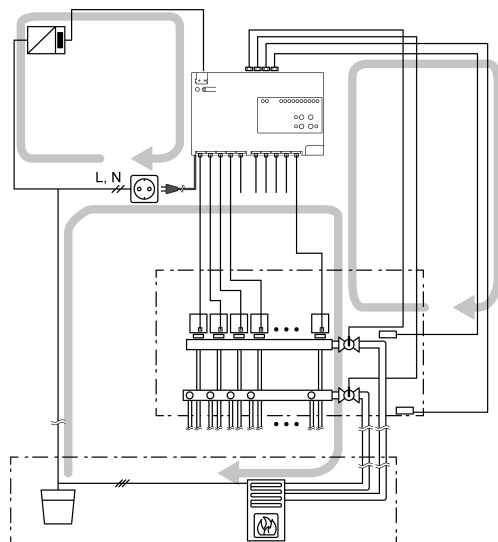

Bild 3: Leitungsführung – Leiterschleifen vermeiden!
- Bei der Leitungsführung von Bus-, Netz- und Sensorleitungen keine Schleifen mit den Heizwasserkreisen bilden (Bild 3).